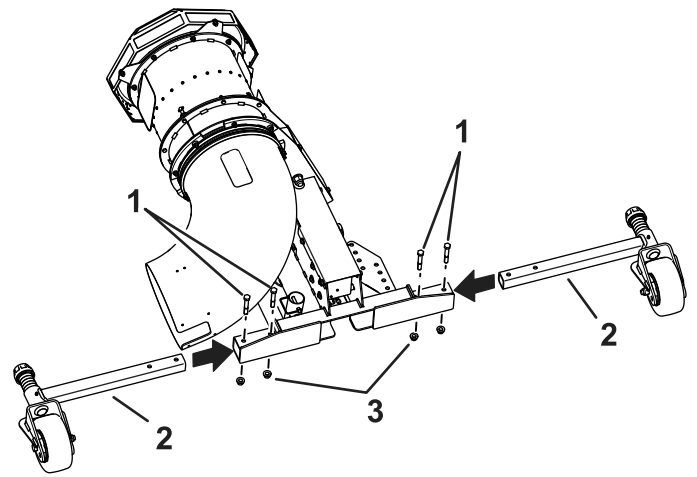

Figura 4
5. Instale las ruedas giratorias en la máquina con 4 pernos ($\frac{1}{2}$ " x $3\frac{1}{2}$ ") y 4 contratuercas con arandela prensada ($\frac{1}{2}$ "); consulte Figura 4.